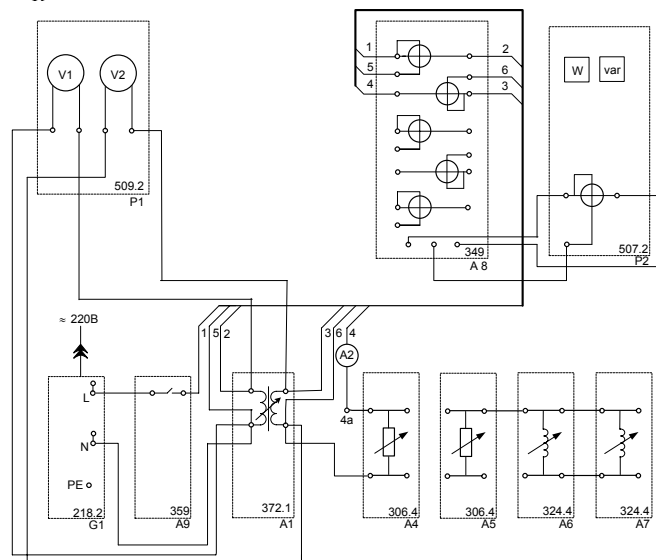

Рисунок 1 - Схема электрических соединений
2. Собрать схему электрических соединений (рис. 1).